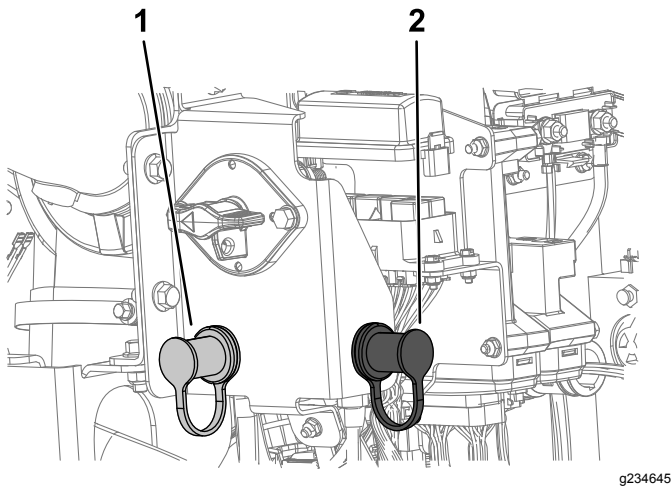

Bild 98
6. Nehmen Sie die Abdeckung vom Starthilfepol ab (Bild 98).
7. Schließen Sie das positive Starthilfekabel (+) am Starthilfepol an (Bild 98).
8. Schließen Sie das negative Starthilfekabel (-) an die Erdung an, wie eine unlackierte Schraube oder einen Rahmenträger (Bild 98).
10. Wenn der Motor anspringt, muss die zweite Person das negative Starthilfekabel (-) vom Rahmen und dann das positive Starthilfekabel (+) trennen (Bild 98).